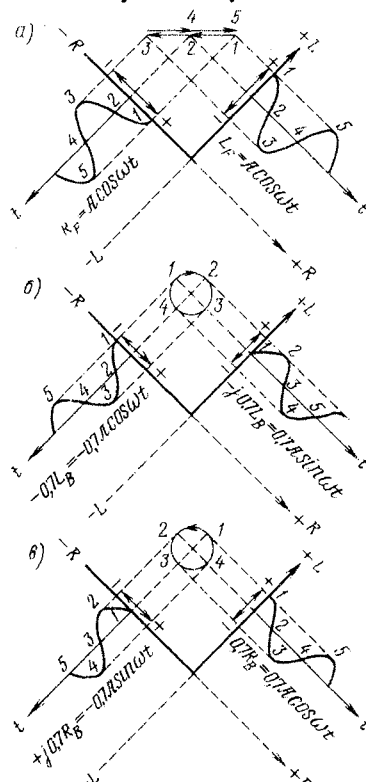

Рис. 4. Вид колебаний реза при записи равных когерентных сигналов с применением SQ — кодера
Примеры построения колебаний реза (иглы) показаны на рис. 4, а, б, в. При построении предположено, что на входы кодера подаются одинаковые когерентные сигналы  $A \cos \omega t$ .
Рис. 4, а соответствует случаю, когда сигнал подается только на передние каналы:  $L_F = A \cos \omega t$ ;  $R_F = A \cos \omega t$ . Согласно уравнениям (1) в выходном канале кодера  $L$  содержится в этом случае сигнал  $L_F = A \cos \omega t$ , в выходном канале  $R$  — сигнал  $R_F = A \cos \omega t$ . Эти сигналы показаны на рис. 4, а в координатной системе с учетом выбранного положительного направления осей  $L$  и  $R$ , совпадающих со стенками канавки в поперечном сечении. Результирующая колебаний реза (вверху рисунка) является векторной суммой составля-
Рис. 4, б иллюстрирует случай, когда сигнал подан только на задний левый канал:  $L_B = A \cos \omega t$ . Согласно уравнениям (1) на выходе кодера в левом  $L$  канале возникает сигнал, отстающий от переднего  $L_F$  сигнала на  $90^\circ$  и уменьшенный по амплитуде на 3 дБ (0,7):
Производя построение, аналогичное рис. 4, а, получаем результирующую движения реза по окружности, в направлении часовой стрелки.
Аналогичные рассуждения относятся к рис. 4, в для правого заднего канала  $R_B$ .